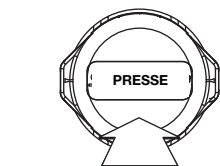

Fig. 23
- Remplacez le couvercle de la tête de coupe et poussez fermement jusqu'à ce que les deux languettes retrouvent leur place. (Fig. 23)